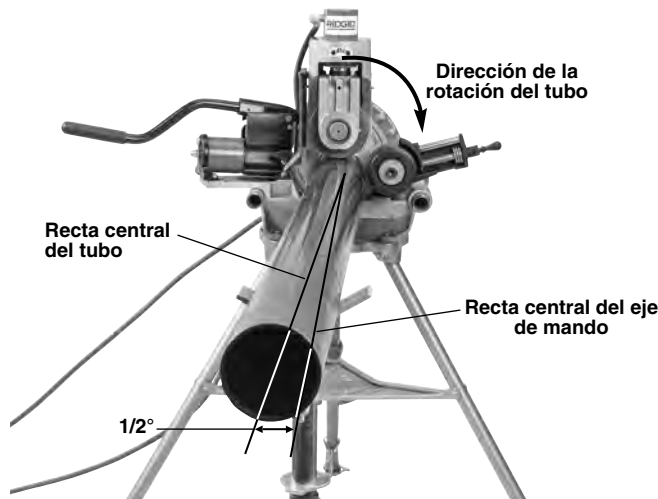

Figura 14 – Desviación del tubo en 1/2°, acercándolo al operario (exagerado en la imagen)
- Coloque el conmutador REV/O-OFF/FOR del accionamiento motorizado o roscadora en la posición REV. Oprima y suelte el interruptor de pie. El rodillo de accionamiento debe rotar hacia la derecha (vea la Figura 14), igual como se ve en la ranuradora en la calcomanía de rotación del tubo.
7. **Operación preferida, con el conmutador en el ajuste REV:** Coloque el tubo y los soportatubos ligeramente descentrados, desviados en aproximadamente ½ grado (como 1" a 10 pies de distancia desde la ranuradora a rodillos) hacia el operario. Si el tubo y la ranuradora a rodillos están bien alineados, se asegura el correcto recorrido sobre el tubo durante el ranurado (*vea la Figura 14*). Este es el descentrado apropiado cuando se ranura con la máquina con el conmutador en el ajuste REV, y funciona con el estabilizador.
- Aumente levemente el ángulo de descentrado del tubo, de medio grado a 1 grado. *Vea la Figura 14.*